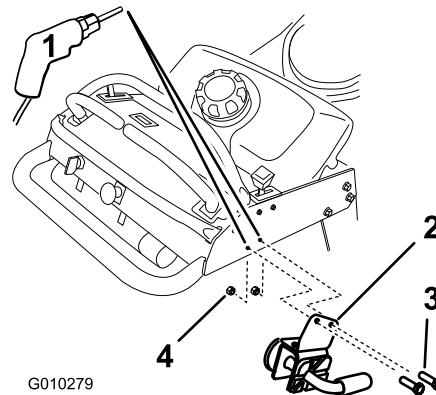

Figure 4
3. Au besoin, percez les trous nécessaires pour monter la poignée. Marquez et percez 2 trous de 9/32 po de diamètre sur le côté droit de la machine, sous les commandes (Figure 4).
4. Montez l'ensemble poignée sur la machine avec 2 boulons (1/4 x 3/4 po) et 2 contre-écrous (1/4 pouce) (Figure 4).
2. Percez des trous pour monter la poignée. En vous servant du support comme guide, marquez et percez 2 trous de 9/32 po de diamètre sur le côté droit de la poignée. Centrez les trous sur le tube et de chaque côté de la barre de référence (Figure 4).
2. Percez des trous pour monter la poignée. En vous servant du support comme guide, marquez et percez 2 trous de 9/32 po de diamètre sur le côté droit de la poignée. Centrez les trous sur le tube et juste en dessous du panneau de commande (Figure 4).